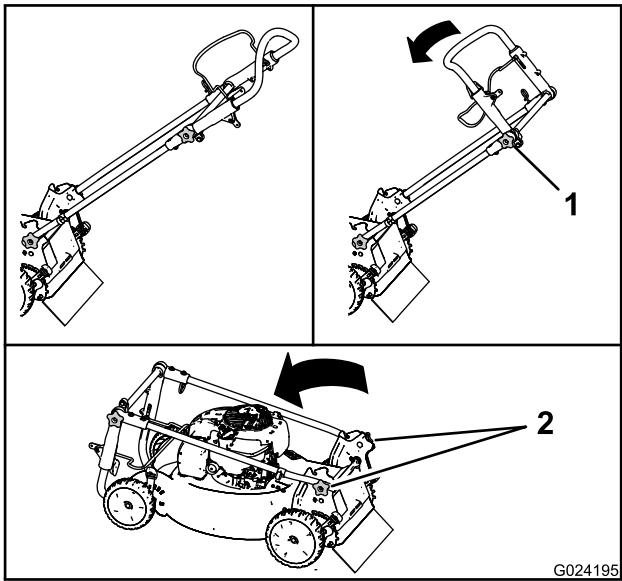

Figure 25
1. Desserrez le bouton de la partie supérieure du guidon (Figure 25).
- 2. Desserrez les boutons du guidon jusqu'à ce que le guidon bouge librement (Figure 25).
- 3. Pliez le guidon en avant de la manière indiquée (Figure 25).